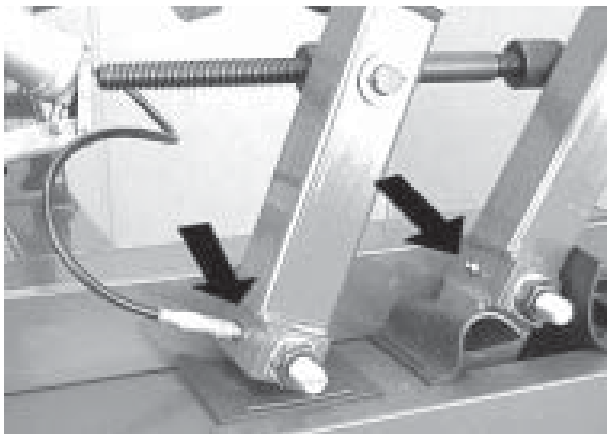

Fig. 6.0.1
- C. Monatlich die Gelenke mit Schmiernippeln von Abbildung 6.0.1 abschmieren.
C. Grease the articulation points with grease nipple, shown in figure 6.0.1, every month.
C. Graisser chaque mois les points d'articulation équipés de graisseur indiqués sur la figure 6.0.1.